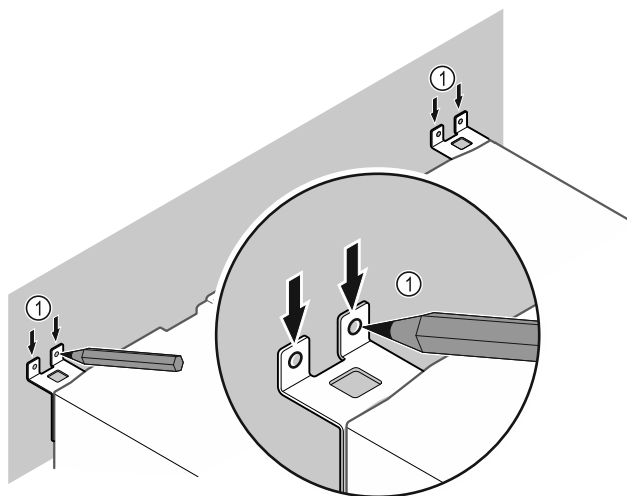

Fig. 13
- ▶ Tehke seinale märgistused Fig. 13 (1).